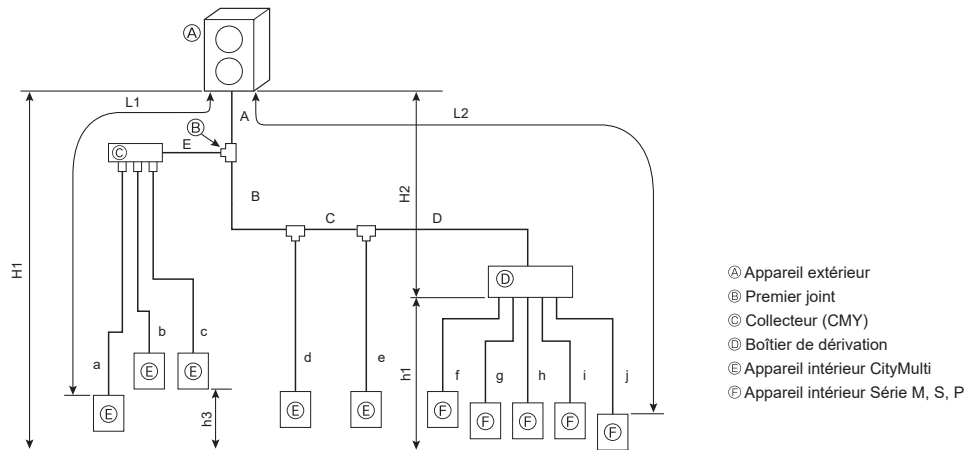

Fig. 4-5 (a)
4.3.3. Système mixte (appareils intérieurs City Multi et appareils intérieurs Série M, S, P via Boîtier de dérivation) (Fig. 4-5)